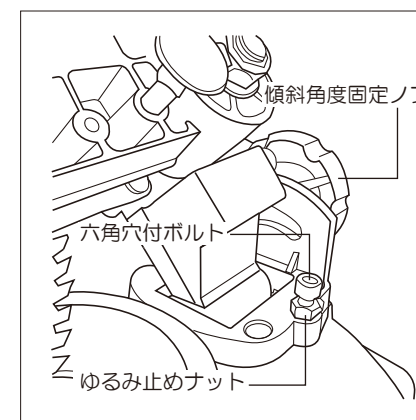

図14
- ①アーム後部の傾斜角度固定ノブをゆるめて、本機を左方向に傾けてください。(図14参照)
- ②アームブラケット右側の直角位置調整六角穴付ボルトのゆるみ止めナットをゆるめます。(図14参照)